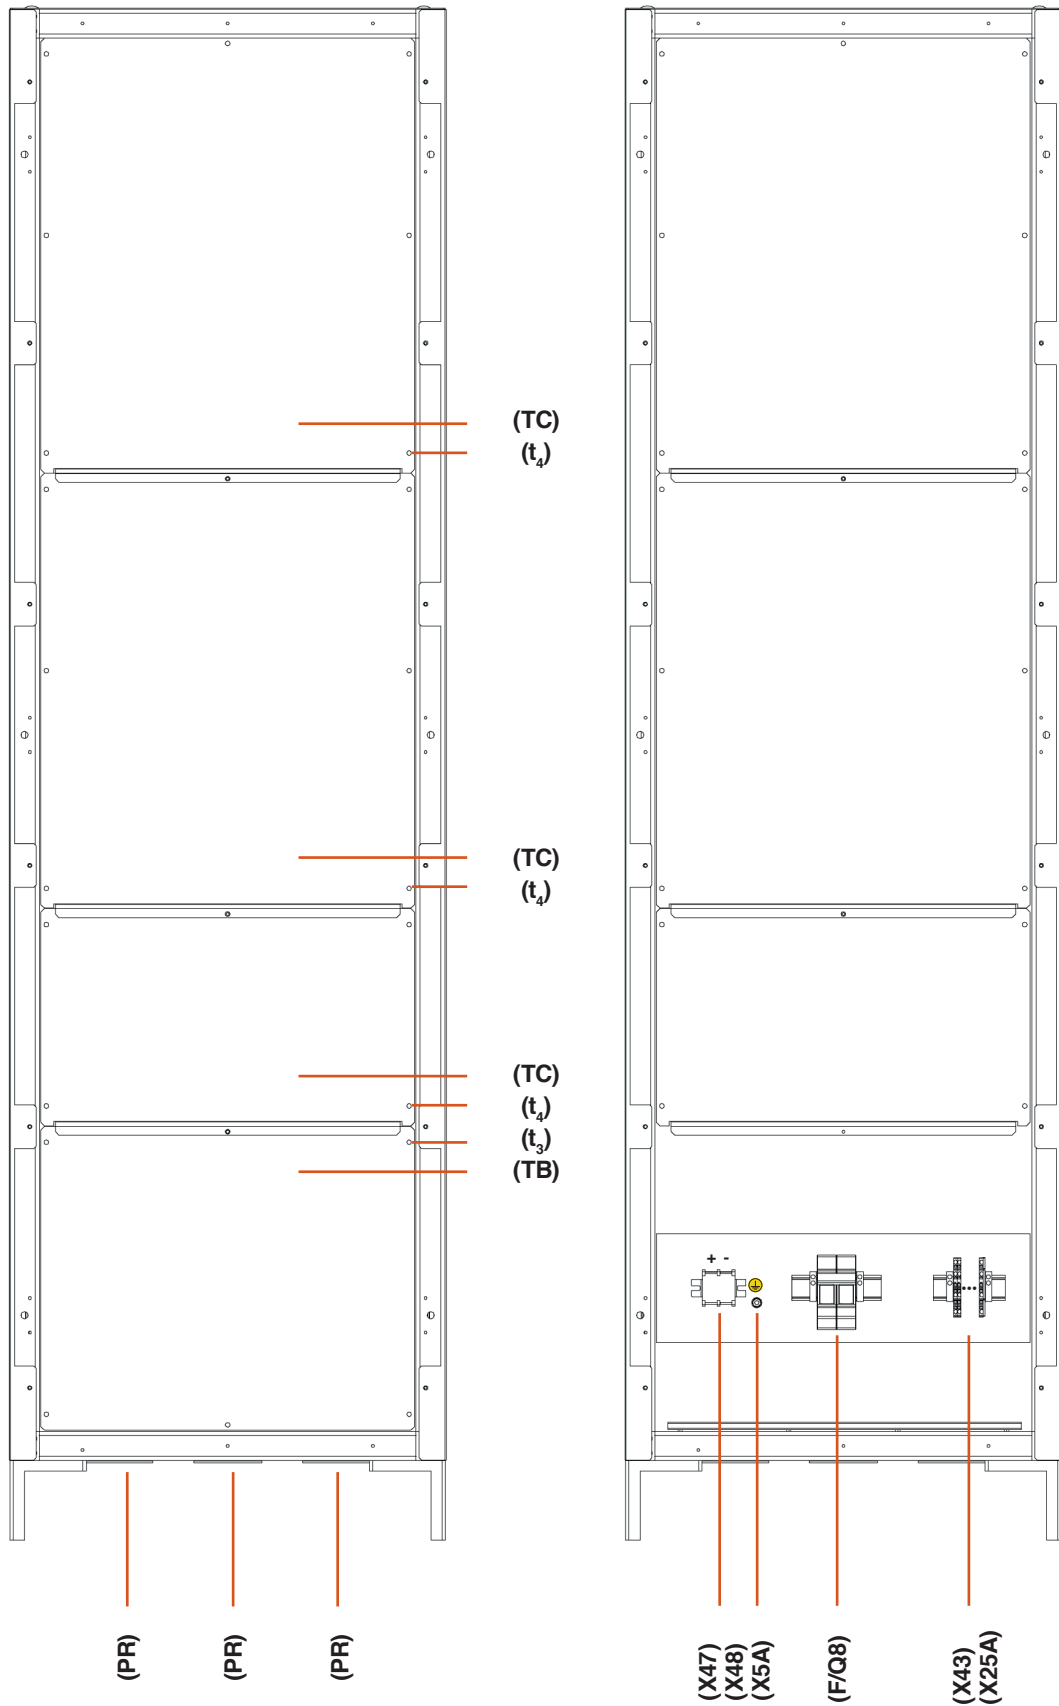

Fig. 11. Vista frontal armario de baterías de 605x605x2115 mm.
- Armario de baterías de 2010 mm de altura, con pies elevadores adicionales de 110 mm, por lo que la altura total quedará en 2120 mm. Disponible con base del armario en dimensiones de 600x600, 600x800 y 800x800 mm (Ver Fig. 11 y 12).